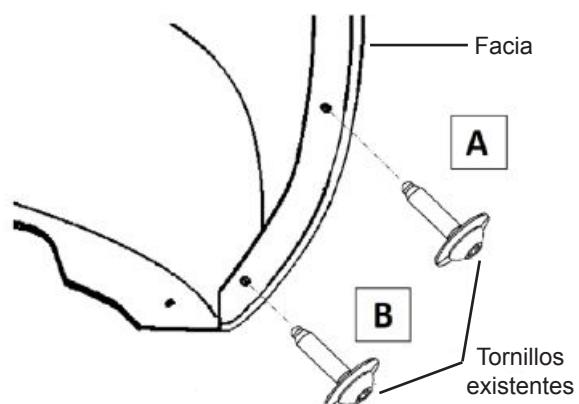
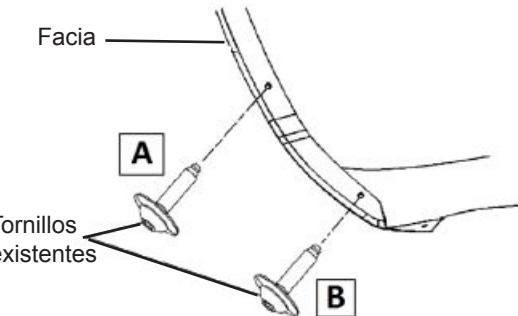

Figura 2
Figura 4
2. Monte la salpicadera y vuelva a instalar los tornillos existentes en la ubicación **A** y **B**, apriete mientras sostiene la parte hacia arriba y dentro de la facia. Vea la **Figura 2** para el lado izquierdo y la **Figura 4** para el lado derecho.
4. Jale la salpicadera ligeramente de la ubicación **C**, instale la tuerca U incluida sobre el orificio perforado con la característica roscada viendo hacia arriba en el interior del tablero para el lado izquierdo (vea la **Figura 2**), viendo hacia arriba sobre la parte superior del tablero para el lado derecho (vea la **Figura 4**).